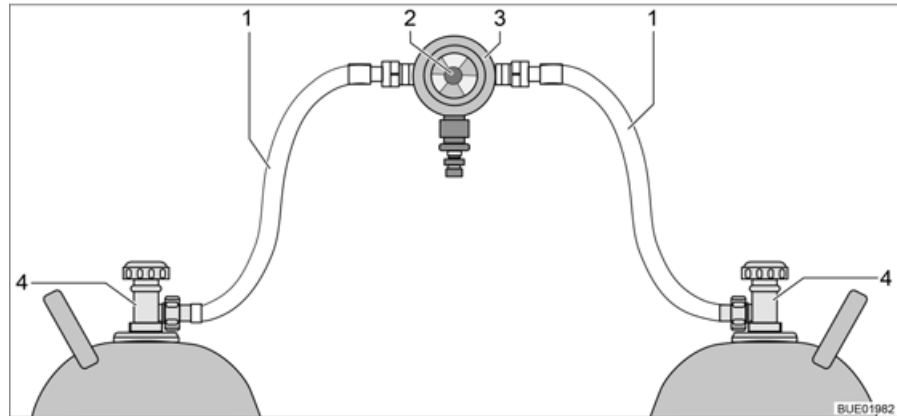
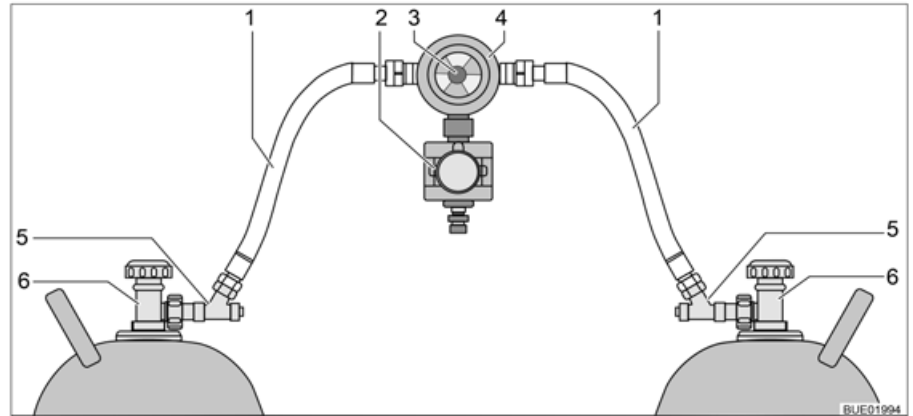

Fig. 131 Dispositif de commutation entre bouteilles de gaz
Fig. 132 Dispositif de commutation entre bouteilles de gaz avec CPU
Le dispositif de commutation entre bouteilles de gaz se compose d'un régulateur de pression du gaz combiné à une valve de commutation et indicateur (Fig. 131,3). Le dispositif de commutation entre bouteilles de gaz est monté entre les deux lyres (Fig. 131,1).
Le dispositif de commutation entre bouteilles de gaz se compose d'un régulateur de pression du gaz combiné à une valve de commutation et indicateur (Fig. 132,4) et d'une électrovanne (Fig. 132,2). L'électrovanne bloque l'arrivée du gaz au véhicule en cas de freinage brusque, d'accident ou de pente inhabituellement forte. Le dispositif de commutation entre bouteilles de gaz est monté entre les deux lyres (Fig. 132,1) avec des sécurités de rupture de tuyau (Fig. 132,5).
Le bouton rotatif (Fig. 131,2 ou Fig. 132,3), situé sur le dispositif de commutation entre bouteilles de gaz permet de définir laquelle des bouteilles de gaz est celle de service et laquelle est celle de réserve.
Seules les fonctions électriques peuvent être activées sur l'unité de commande (Fig. 133). Les robinets principaux des bouteilles de gaz (Fig. 131,4 et Fig. 132,6) doivent être ouverts ou fermés manuellement.
- Ouvrir les robinets principaux des bouteilles de gaz (Fig. 131,4 ou Fig. 132,6).
- Appuyer sur les sécurités de rupture de tuyau (Fig. 132,5) l'une après l'autre pendant 10 secondes.
- Choisir la bouteille de gaz avec le bouton rotatif (Fig. 131,2 ou Fig. 132,3) du dispositif de commutation à partir de laquelle le gaz doit être utilisé prioritairement (bouteille de service). Toujours tourner le bouton rotatif à fond.
- Fermer les robinets principaux des bouteilles de gaz (Fig. 131,4 ou Fig. 132,6).